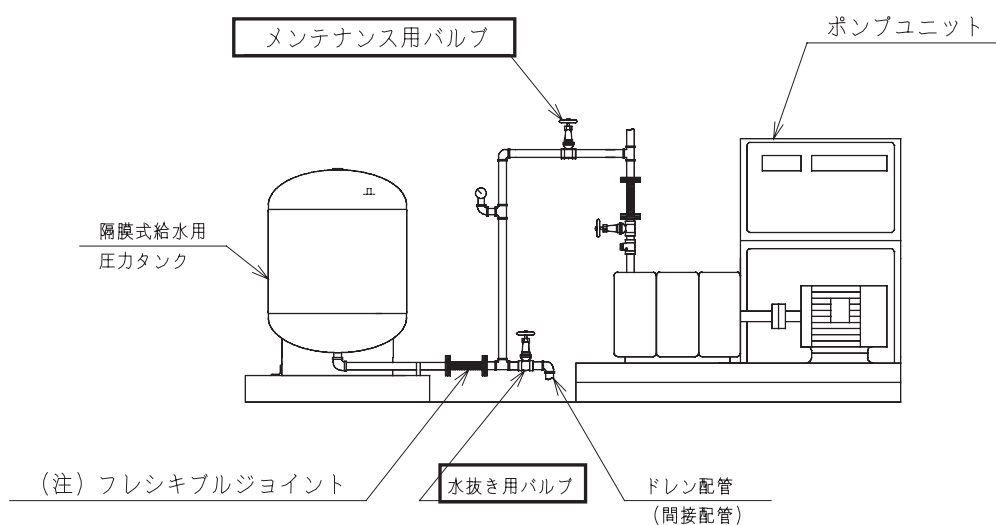

図 9-1 施工例
(1) 下記の手順①～②に従って各バルブ（図 9-1 参照）を開閉した後、システム配管の水圧テストを実施してください。
- ① 「メンテナンス用バルブ」を開弁してください。
- ② 「水抜き用バルブ」を徐々に開弁してください。
(2) システム配管の水圧テストを実施した後、下記の手順①～④に従って各バルブ（図 9-1 参照）を開閉し、「メンテナンス用バルブ」とタンクとの間の配管に水張りしてください。
- ① タンクに水圧テスト時の圧力がかかっていないことを確認してください。
- ② 「メンテナンス用バルブ」を徐々に開弁し、配管内の残存空気を排出してください。
- ③ 配管内の残存空気が抜けたことを確認してください。
- ④ 残存空気がないことを確認していただいた後、「水抜き用バルブ」を開弁してください。